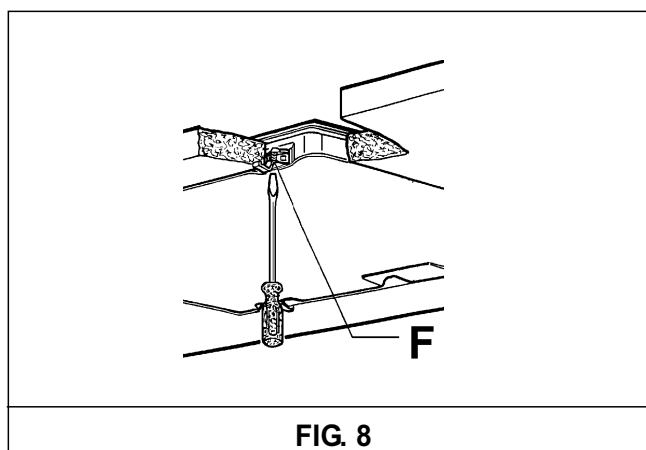

FIG. 8
- Retirez le film de protection du joint, placez la table de cuisson dans l'ouverture du meuble et fixez-la à l'aide des vis "F" (voir fig. 8).